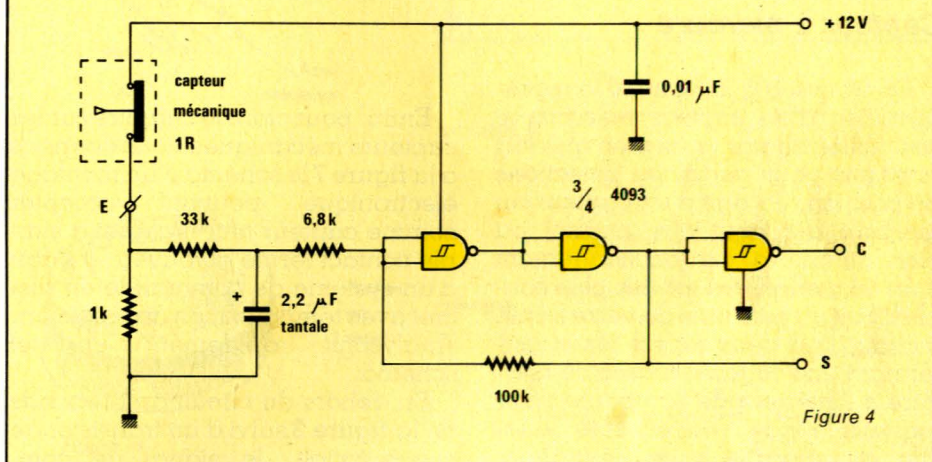

Figure 4
Un dernier montage, pratiquement de fonctionnement équivalent au précédent est donné à la **figure 4**. Nous utilisons cette fois-ci des circuits intégrés CMOS de type 4093, quadruple NAND deux entrées, trigger de schmitt.
- Les deux contacts P₁₃ et P₁₂ sont connectés en série. Dès lors il est clair que si tout est correct, le contact P₁₃ est fermé puisqu'une pression suffisante d'air enclenche le 1^{er} seuil du pressostat, et le contact P₂₂ reste fermé puisqu'aucune suppression ne vient enclencher le 2^e seuil. L'entrée P du 1^{er} seuil étant reliée au + alimentation, en l'absence de défaut on retrouve la même tension sur la borne 22. Il suffit donc de relier cette borne à l'entrée d'un circuit anti-rebonds comme celui donné à la figure 4 et de connecter la sortie complémentaire à un amplificateur type «TOTEM POLE» commandant un buzzer de puissance.